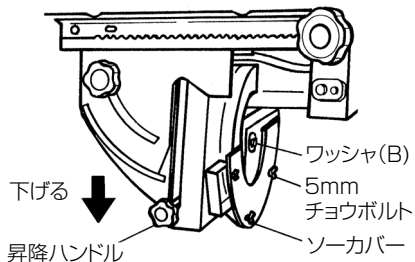

図 23
- (1) 昇降ハンドル (図 23 参照) を左にまわしてゆるめ、上にいっぱい上げて (最大切込みにセット) から、右にまわして固定します。本体後部の押え板を固定している 10 mm ボルト (2 個) を付属 (図 4 参照) の 17 mm ボックススパナでゆるめます。
- (2) 接触予防装置 (保護カバー) の割刃を、調節板と本体の間へさし込みます。このとき、割刃の長溝が 10 mm ボルトのネジ部に入るようにさし込んでください。次に、10 mm ボルト (2 個) を軽く締付けて、のこ刃と割刃が一直線になっているか確認します。もし、ずれているときは割刃をいったん抜き、一直線になるように調節板 2 枚を使用し、左右に振分けて本体と割刃または割刃と押え板との間へさし込んで調整します。